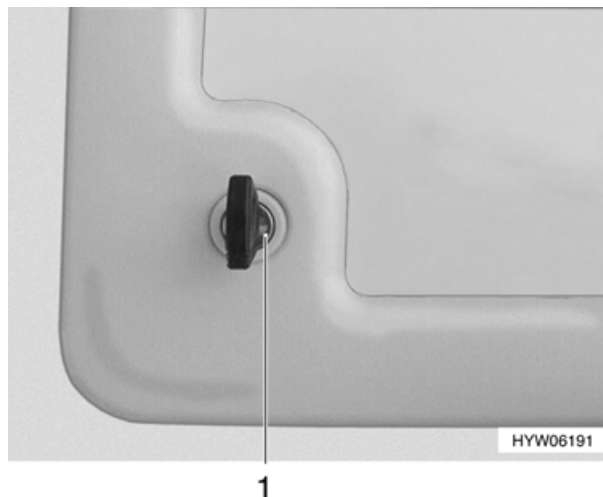

Fig. 21 Serratura dello sportello (variante 4)
- Inserire la chiave nel cilindro (Fig. 21,1) della serratura a pressione e girare in senso antiorario di un quarto di giro.
- Inserire la chiave nel cilindro della serratura (Fig. 21,1) e girare in senso orario di un quarto di giro.